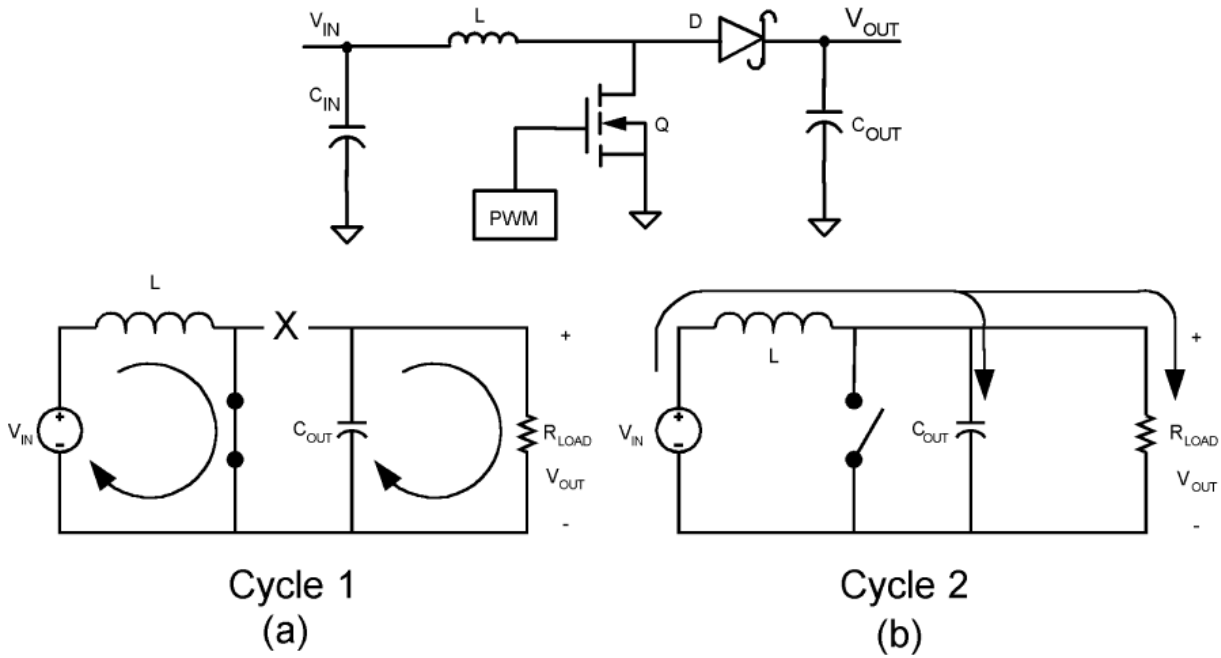

图 2: LM3478 工作原理图
2)减小谐波回路面积，对 LM3478，如图，MOS 管开通时，Cin, L 和 MOS 构成一个回路对电感充电，请看图 2（a）的 Cycle1。MOS 管关断时，Cin, L, D, Cout 构成另一个回路对电感放电，请看图 2（b）中的 Cycle2。对于二极管 D，交替工作在正向导通和反向截止的状态，因此，有很高的反向恢复尖峰电压，需要在二极管两端加 Snubber 电路来抑制这个尖峰电压，以避免产生过大的共模噪声。这两个回路的工作频率是 MOS 的开关频率，谐波分量，布板时要尽量减小谐波回路的面积。要把这两个功率回路的器件靠近放置，走大铜皮宽走线，减小开关频率谐波的回路阻抗。